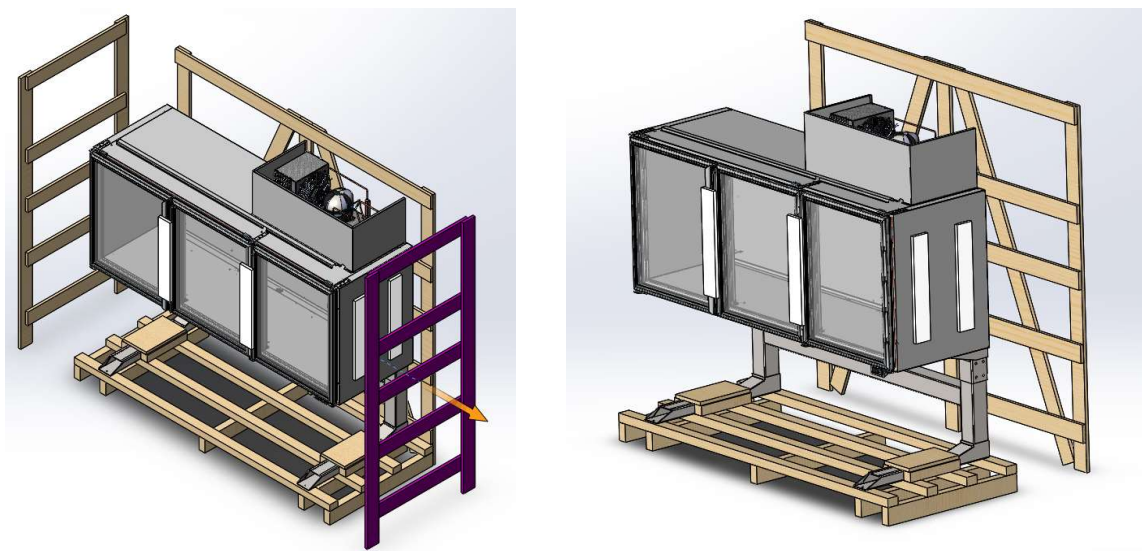

Рис. 6.1.2. Торцеві обрештування
3. Демонтувати торцеві решітки (рис. 6.1.2.)